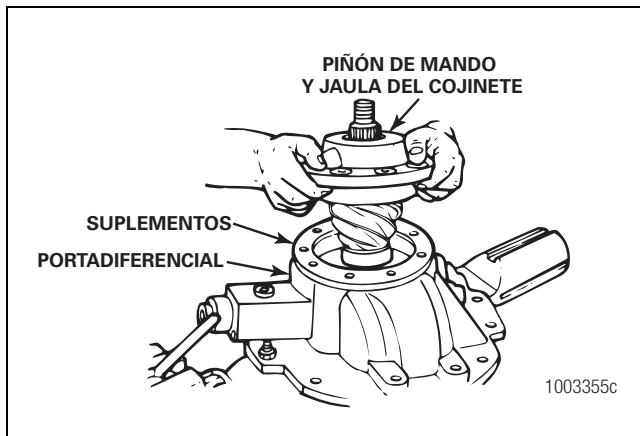

Figura 5.23
- Instale el piñón de mando y la jaula del cojinete en el portadiferencial. Si es necesario, use un mazo de latón, plástico o de cuero para golpear el ensamble a su posición. Figura 5.23.